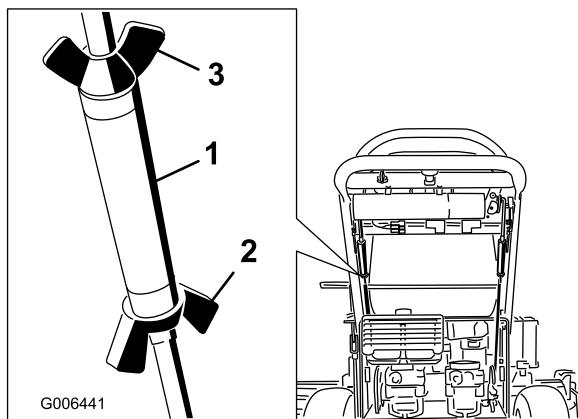

Figura 32
3. Afloje las tuercas de mariposa de la varilla de control derecha, y gire el tensor en un sentido u otro para centrar la palanca de control derecha en la posición de bloqueo/punto muerto. Bloquee el tensor apretando las tuercas de mariposa (Figura 32).
4. Afloje las tuercas de mariposa de la varilla de control izquierda y gire el tensor en un sentido u otro para modificar el avance de la máquina. Bloquee el tensor apretando las tuercas de mariposa (Figura 32).